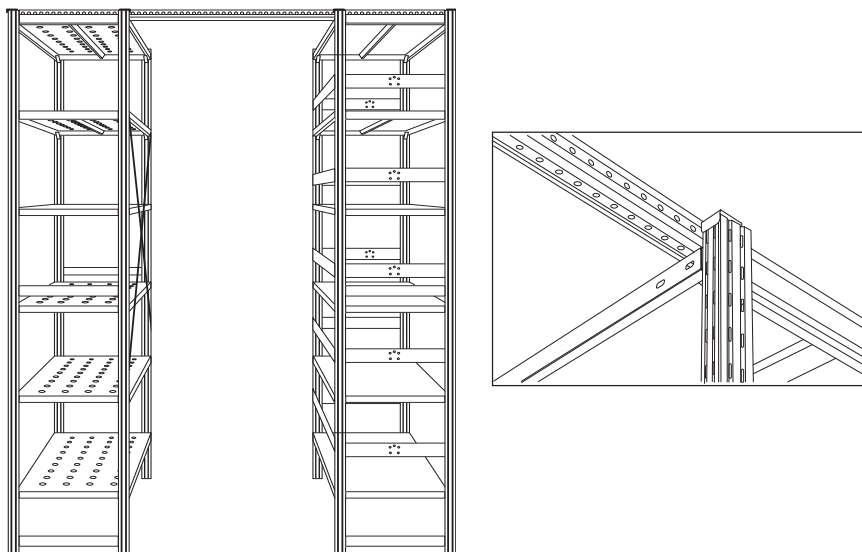

Рис. 25. Соединение стеллажей с помощью связи
4) Соединение стеллажей с помощью связи. Поверх стеллажной конструкции для дополнительной устойчивости устанавливаются дополнительные связи из профилированного уголка (рис. 25). Длина связей рассчитывается как сумма глубины стеллажей и расстояния прохода между ними.